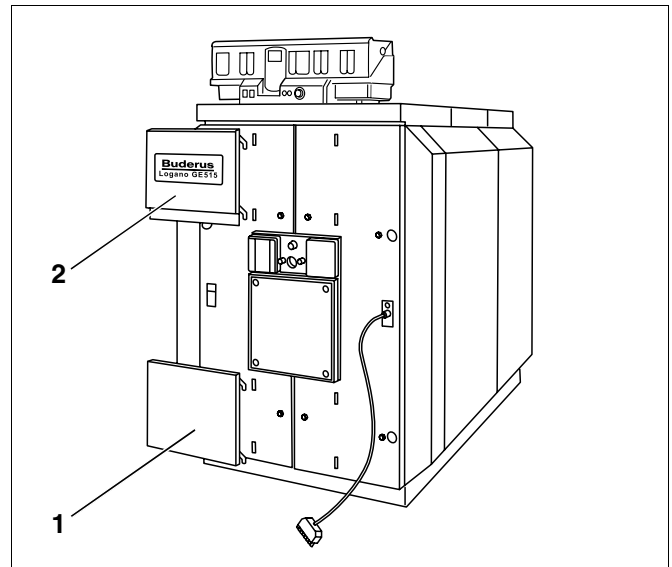

Рис. 58 Установка экранов дверцы горелки
- Установить экраны дверцы горелки в обшивку (рис. 58, поз. 1 и 2).